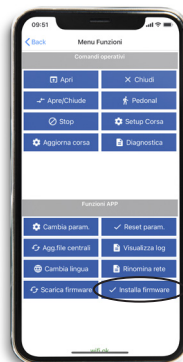

fig. 23
3. Entrare in "MENÙ FUNZIONI" e cliccare su **"INSTALLA FIRMWARE"** (fig. 23)